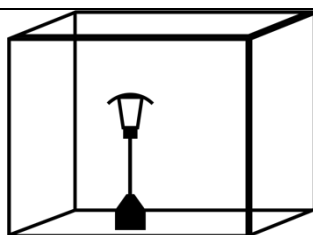

Fig 2.
- 2) In einem gut belüfteten Raum ist mindestens 25% der umliegenden Seiten geöffnet. (Fig. 2)